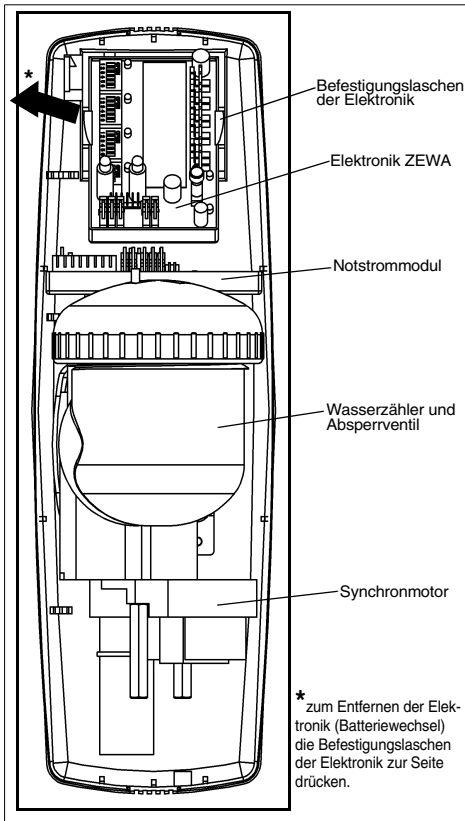

Abb. 5: ZEWA-WASSERSTOP
- Schaltungsbefestigungslasche zur Seite drücken und Elektronik ZEWA herausziehen (siehe Abb. 5).